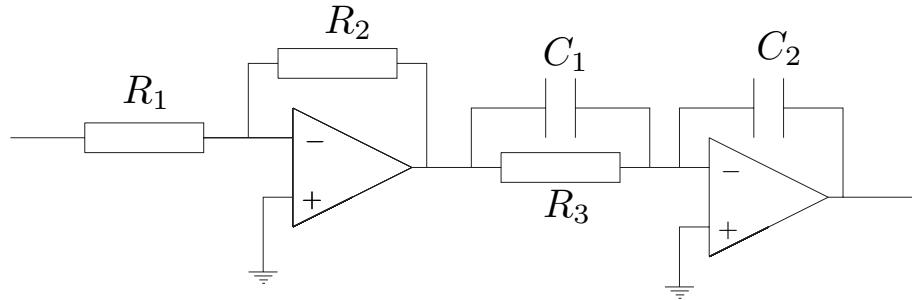
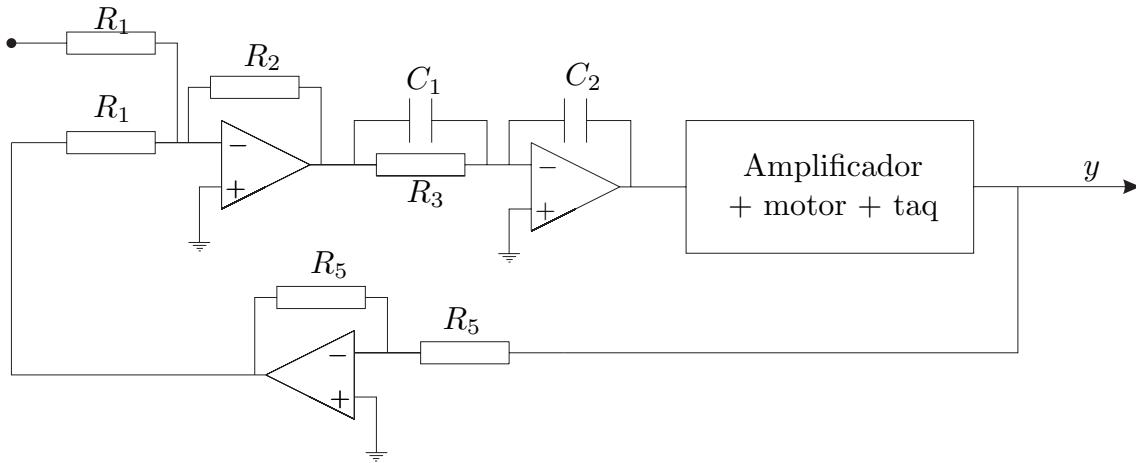

Figura 4: Montagem do controlador PI.
Figura 7: Montagem do circuito realimentado com o controlador PI.
4.1) Mostre que este controlador PI pode ser implementado pelo circuito da Figura 4, em que se admite a aproximação ideal para os AMPOPs. Indique expressões que permitam obter facilmente os valores das resistências R_1 , R_2 e R_3 , e dos condensadores C_1 e C_2 , a partir dos valores K_p e T_i desejados.
- 4) Determine os valores das resistências e condensadores da montagem da Figura 4 de forma a satisfazer as especificações desejadas para a resposta ao escalão em cadeia fechada com o **controlador PI** a partir dos resultados obtidos em IV-4). Implemente o sistema em cadeia fechada, de acordo com o esquema da Figura 7. Observe e esboce as respostas ao escalão em cadeia fechada, e repita as experiências efectuadas modificando o valor de K_p para o dobro e para metade do valor original. Compare os resultados obtidos com os esperados, e comente-os.